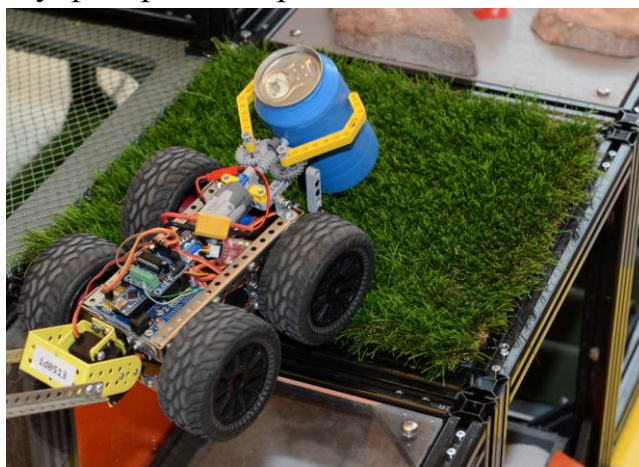

Рисунок 2 - «Трава»
1.5.1. **Трава** – площадка с искусственной травой из полипропилена, длина ворса 40 мм (рисунок 2). Покрытие прикреплено к листу фанеры. Габариты площадки 340x340x12-50.